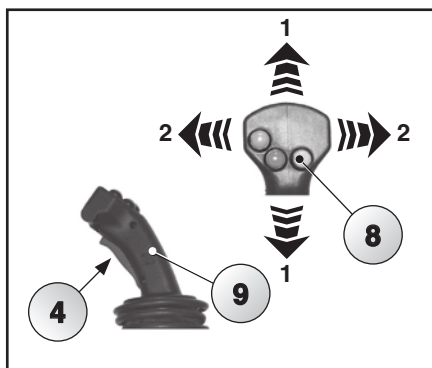
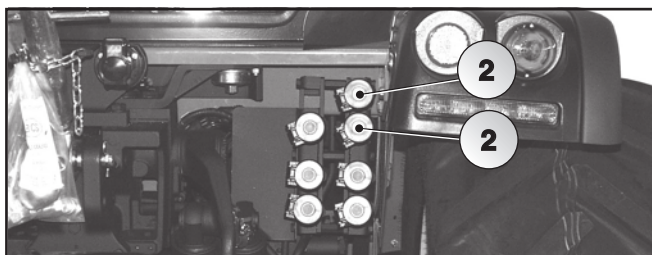

Abb. 5.99
Abb. 5.100
Den grünfarbigen Sicherheitsknopf (4) (Fahrer anwesend) und den grünfarbigen Knopf (8) gedrückt haltend, ist es möglich, den Joystick Hebel (9) wie im Bild 5-99 zu richten u. die Schnellkupplungen wie in Bild 5-100 gezeigt zu fördern.